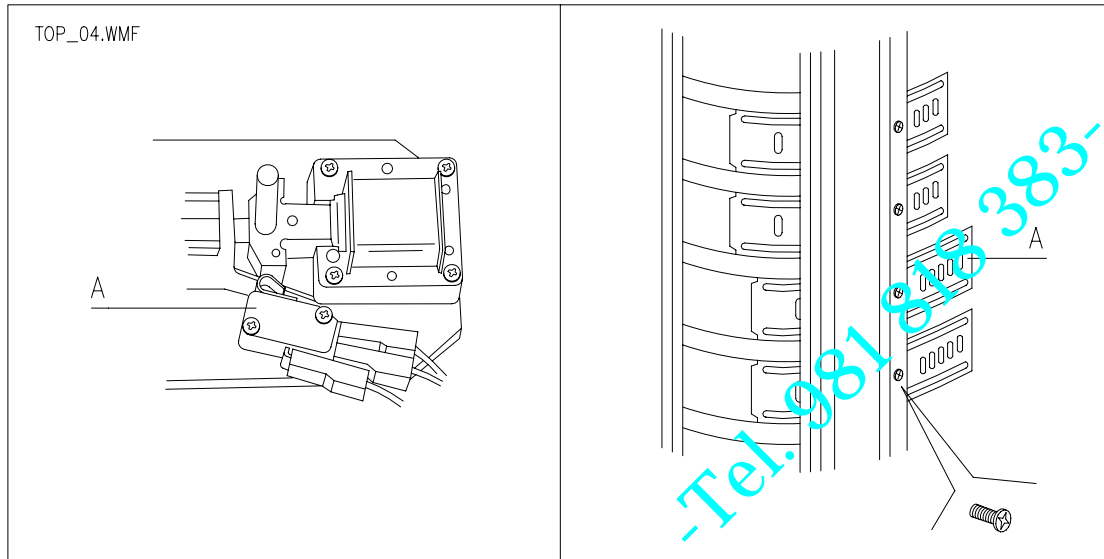

FIG. 6
- 1) El electroimán es excitado, desengancha el pistoncito y abre el micro A Fig. 6, liberando el disco.